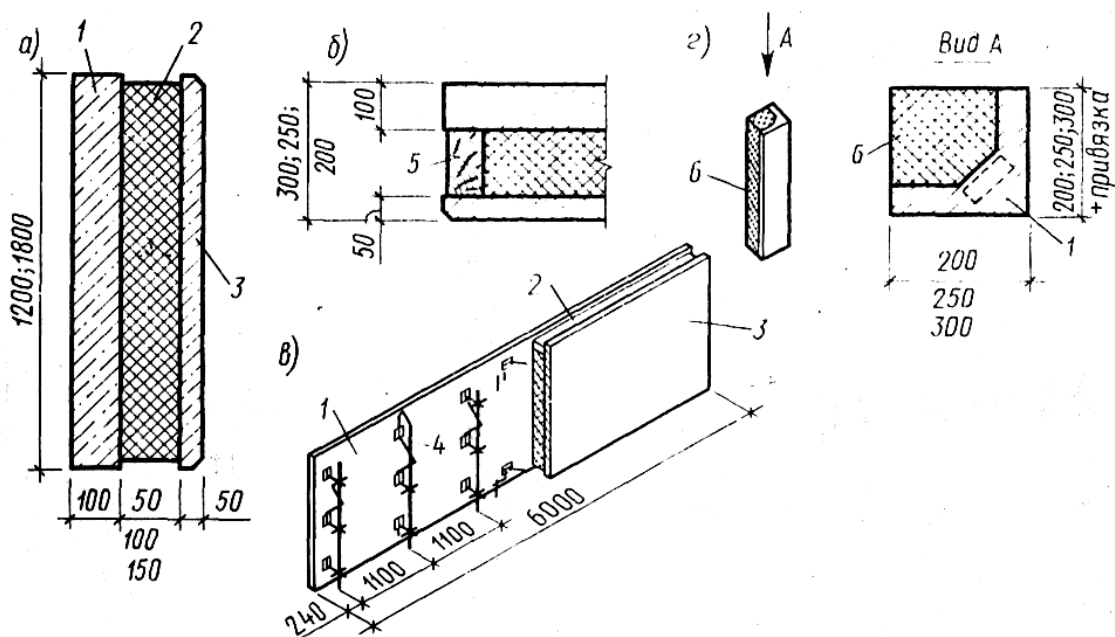

Рисунок 4.6 - Трехслойная панель:
*Железобетонные трехслойные панели с утеплителем* (рисунок 4.6; 4.9) используют в зданиях с высокой влажностью или агрессивной средой. Взаимное соединение железобетонных слоев обеспечивают стальные связи, защищенные слоем цинка.